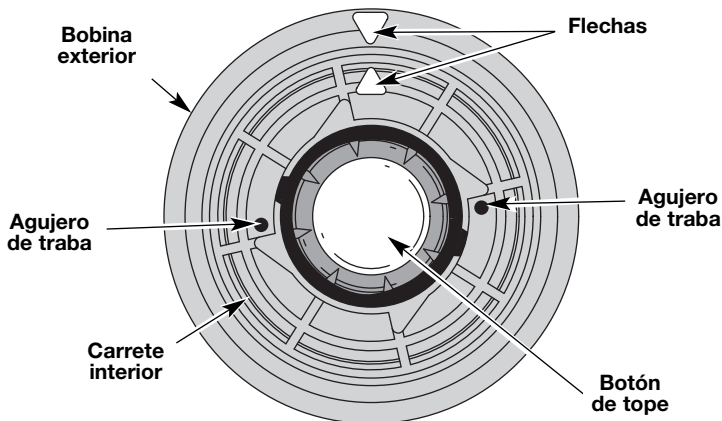
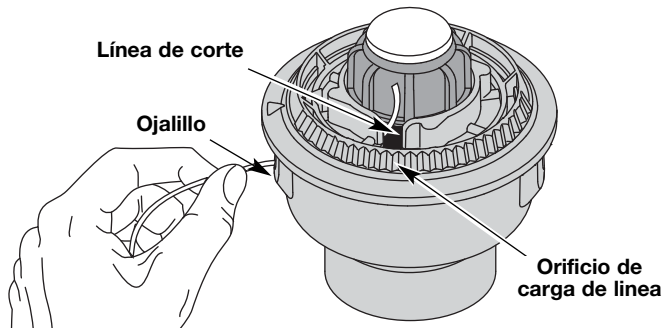

Fig. 12
Fig. 13
2. Alinee la flecha del carrete interior con la flecha de la bobina exterior (Fig. 12).
3. Saque los extremos de la línea vieja de los agujeros de traba (Fig. 12) y tire de la línea vieja a través de los ojetes del carrete (Fig. 13).
4. Asegurándose de que las flechas estén alineadas, inserte el extremo de un segundo pedazo de línea de corte recto en uno de los dos ojetes en la bobina exterior. Páselo hacia arriba a través del orificio de carga del carrete interior (Fig. 13). No doble la línea al insertarla en el ojallo.